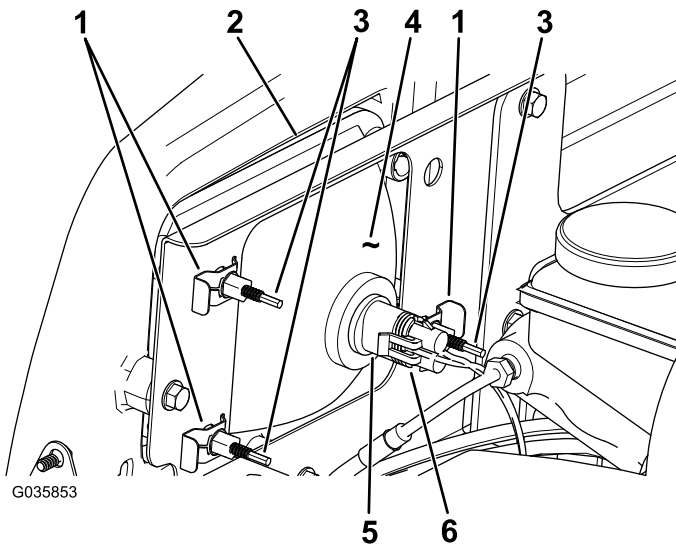

图 43
3. 将线束的电气接头与新灯总成的接头断开图 43。
4. 卸下将大灯固定至大灯支架上的快速夹图 43。
5. 将大灯总成从前保险杠的开口向前推出卸下大灯总成图 43。
6. 通过保险杠开口将新大灯装入图 43。
8. 将线束的电气接头与灯总成的接头连接图 43。
2. 在大灯总成背面旋转调节螺丝图 43以转动大灯总成调整光束投射的位置。